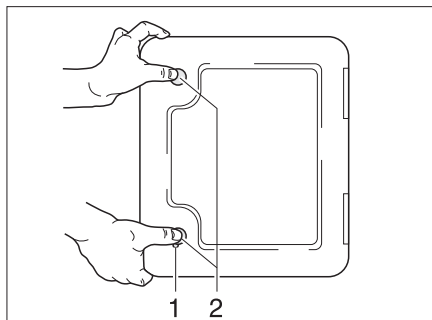

Bild 32 Klappe für Toiletten-Kassette
- Schlüssel in Schließzylinder des Druckschlusses (Bild 32,1) stecken und eine viertel Umdrehung drehen.
- Beide Druckschlösser (Bild 32,2) gleichzeitig mit dem Daumen drücken und Klappe für Toiletten-Kassette öffnen.
- Schlüssel in Schließzylinder (Bild 32,1) stecken und eine viertel Umdrehung drehen.